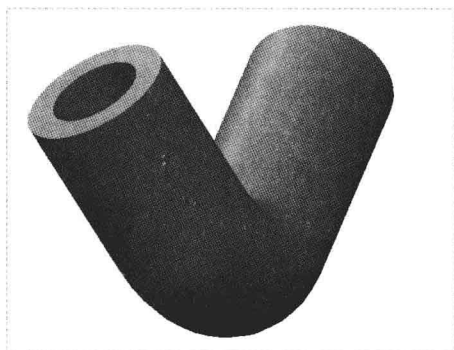

图 16-32 创建扫描切除特征
Step 06 单击“移除材料”按钮 , 然后单击“应用并保存在工具中所做的所有更改，然后关闭工具操控板”按钮 , 完成扫描切除特征的创建，如图 16-32 所示。